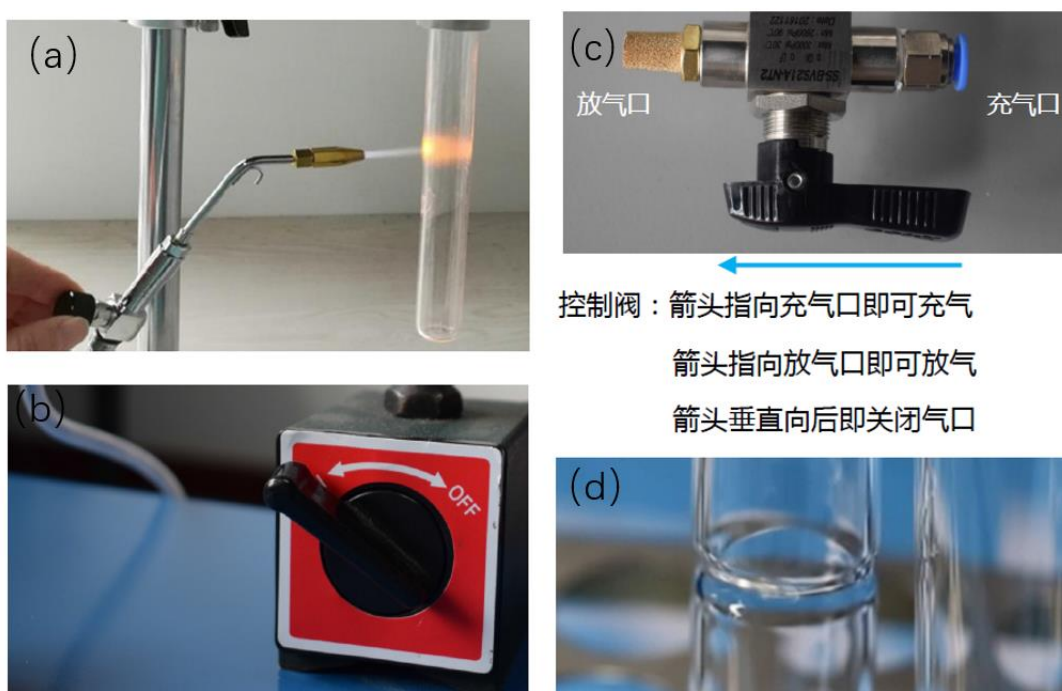

图 4-4 石英管缩颈步骤图示
- (1) 参照图 4-4.a, 将火焰枪喷嘴靠到距管壁约 1cm 处 (距管接头 8-10cm 以上以免损坏 O 圈)。
- (2) 将火焰枪开关调到合适位置, 控制火焰大小 (图 4-4.b)。
- (3) 调节石英管转速旋钮, 先以较快转速进行预热。
- (4) 降低转速, 开始缩颈, 注意观察缩颈部位, 参见图 4-4.d, 当缩颈部位烧融凹陷后, 即可关闭喷枪出气口, 熄灭火焰。